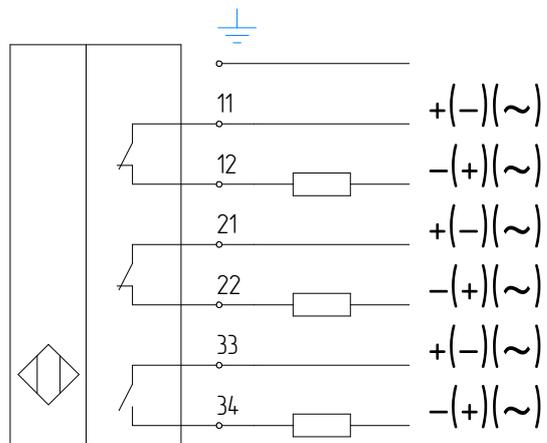

Рис.4
7.3. Подключить датчик в соответствии со схемой подключения (Рис.4). Для подключения необходимо :